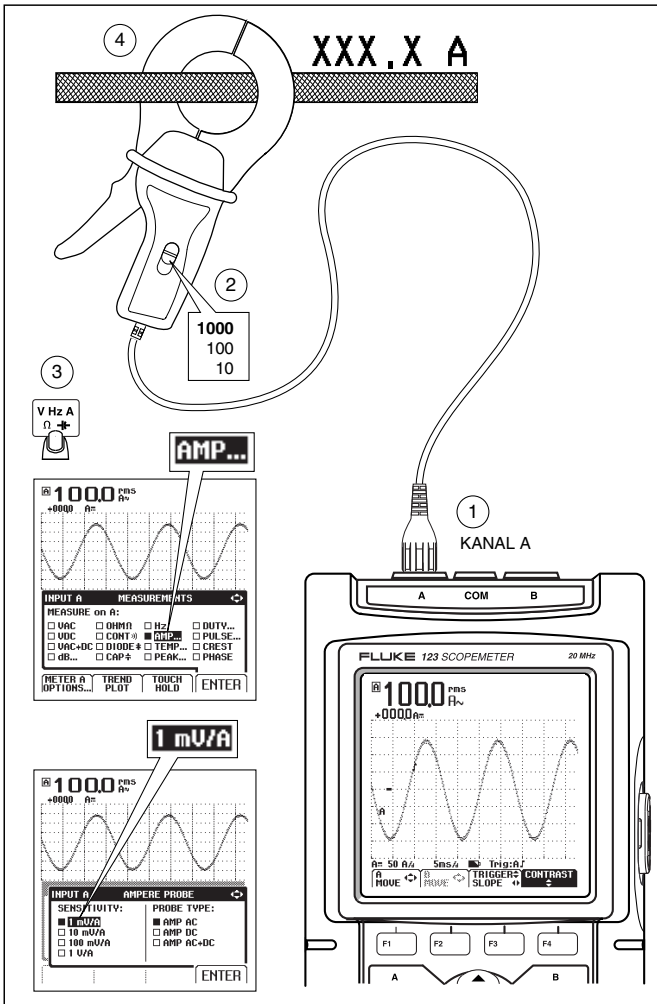

Abbildung 3. Einstellungen für das ScopeMeter
1.  drücken (siehe Abbildung 3).
Einstellungen, in denen die Stromprüfspitze und ein ScopeMeter benutzt werden, sind in Abbildung 3 zu finden.